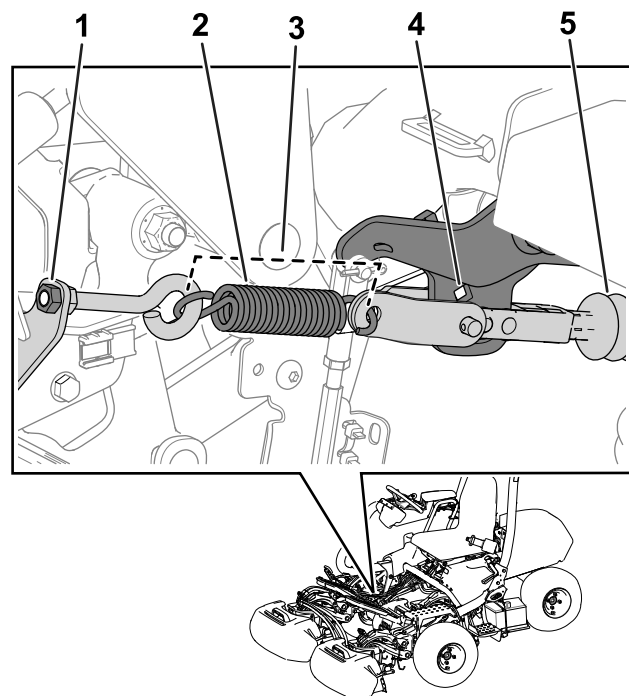

Figure 30
Remarque: Voir la Figure 30 pour cette procédure.
5. Détendez le ressort en desserrant l'écrou qui fixe le boulon à œil au support du ressort (Figure 30).
3. Montez le ressort comme montré à la Figure 30.
4. Serrez l'écrou du boulon à œil de sorte que le ressort mesure 11,4 cm une fois en place (Figure 30).